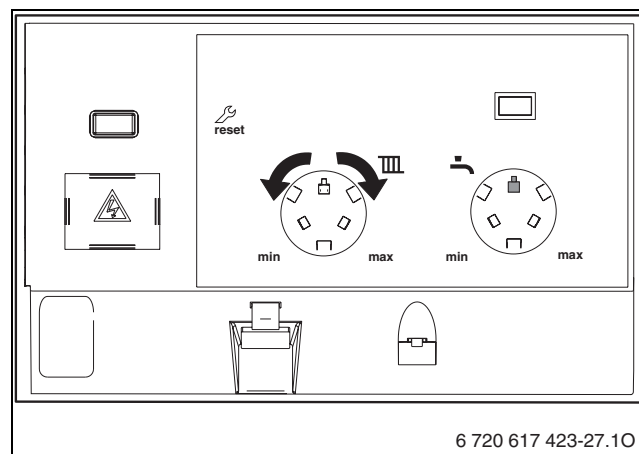

Fig. 35
- ▶ Allentare la vite della presa di pressione gas (1) (→ pag. 47) e collegare il manometro gas.
- ▶ Portare la manopola  in posizione centrale (→ fig. 35).